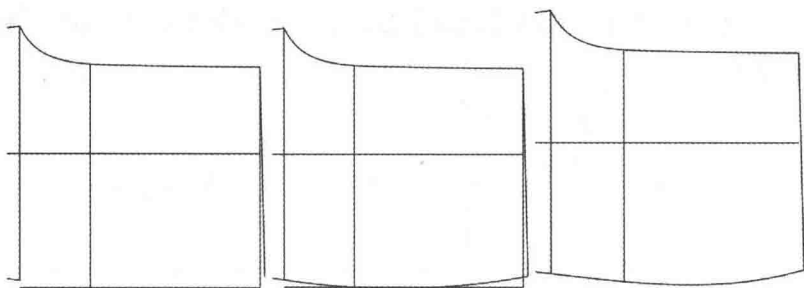

图 7-15 画侧缝线上裆部分
(14) 选择  【智能笔】工具将腰口线和侧缝线上段部分连接好, 再用  【调整】工具将侧缝线上段部分调顺畅(图 7-15)。